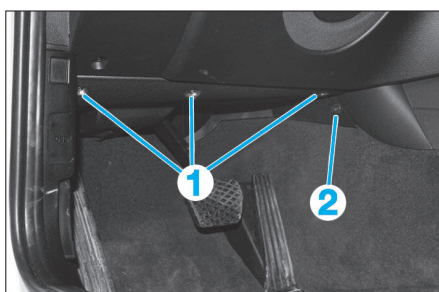

Fig. 46
- Déposer les vis (1) et l'agrafe (2) (Fig.46).